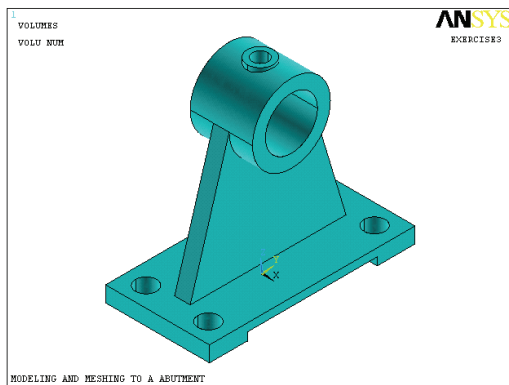

图 2-64 体相减结果显示
47) 选择 Utility Menu | Plot | Volumes 命令, ANSYS 显示窗口将显示如图 2-64 所示的体相减后的结果。